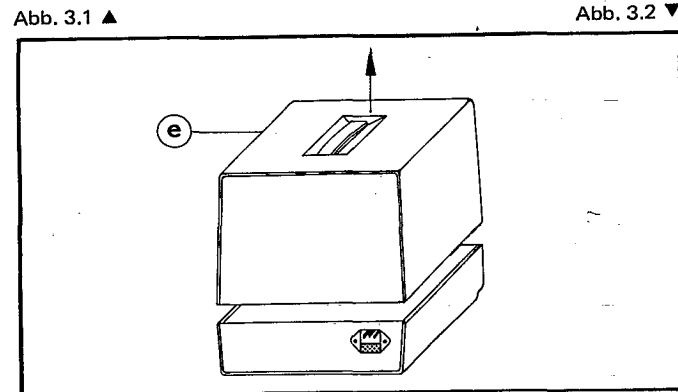

Abb. 3.2 ▼
- Gerät auf Bodenplatte stellen und Gehäuseoberschale ⑥ abziehen (Abb. 3.2).